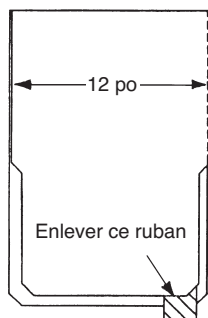

Figure 15-14 : Shangle Ridge®.
5. Avant de procéder au clouage, veillez à retirer le ruban de protection du mastic d'étanchéité entre les deux couches du couronnement (Figure 15-14).